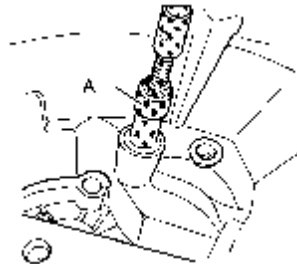

图 9-58 拉出换挡杆轴套
(3) 拉出 3 挡和 4 挡换挡杆的轴套，应使用 22~28mm 的内拉出器 A (例如 Kukko 21/4) 与多用途工具 VW 771 相结合，如图 9-58 所示。